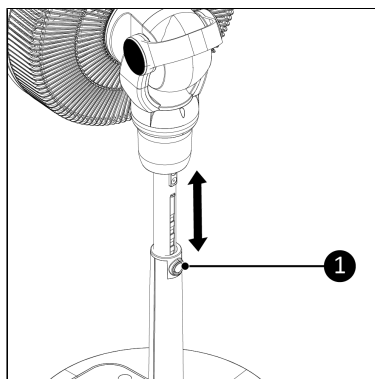

Figure 60.
1. Appuyez sur la touche Réglage de la hauteur (Figure 60, pos. 1) sur le tube de support et tirez le ventilateur vers le haut ou vers le bas pour régler la hauteur.